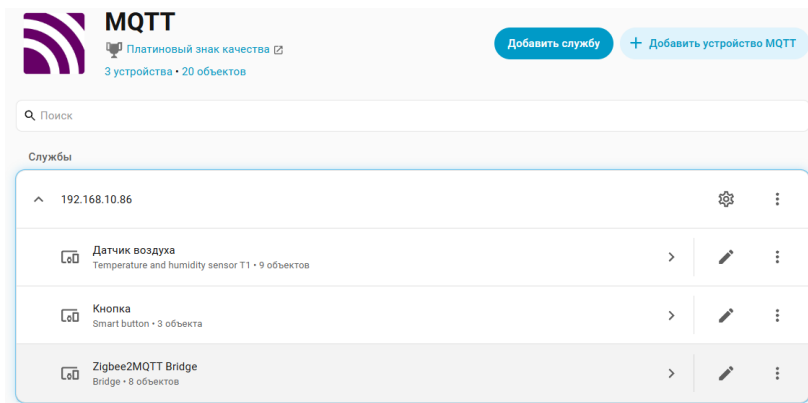

Рис. 3.41. Страница интеграции MQTT
9. Устройства добавлены и готовы для использования в скриптах и дашбордах (рис. 3.41 - рис. 3.42).